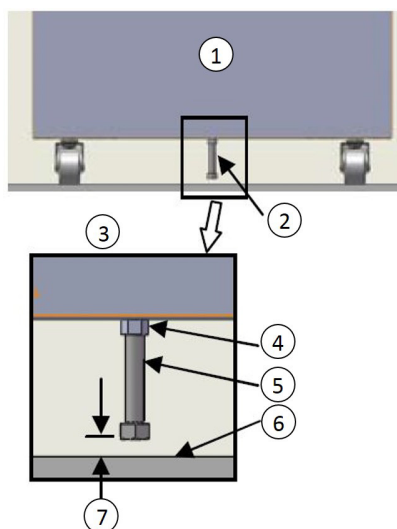

Figura 2. Ubicación del perno
- Afloje el perno de 1/2" hasta que quede una separación de 1/2" (1,25 cm) entre el suelo y la cabeza del perno, como se muestra en la *Figura 2* a continuación.